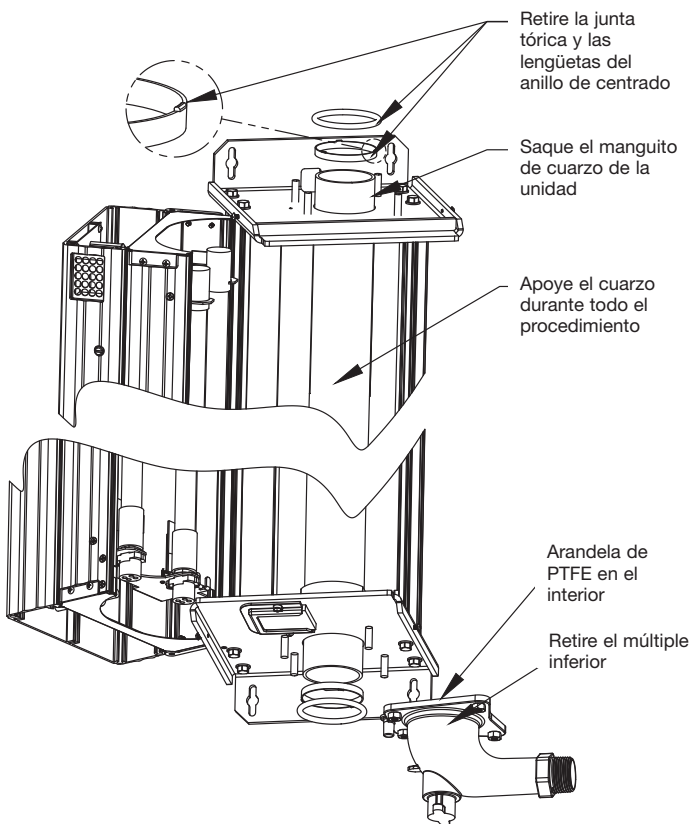

Figura 7-7
4. Si el manguito de cuarzo aún no está limpio, es necesario reemplazarlo. Esto se hace retirando el múltiple inferior (consulte la Figura 7.7). Reemplazar un manguito de cuarzo es más fácil cuando la unidad está ubicada en una superficie horizontal; se recomienda retirar la unidad de la pared para trabajar en un banco, especialmente en los modelos UV-COM C403.